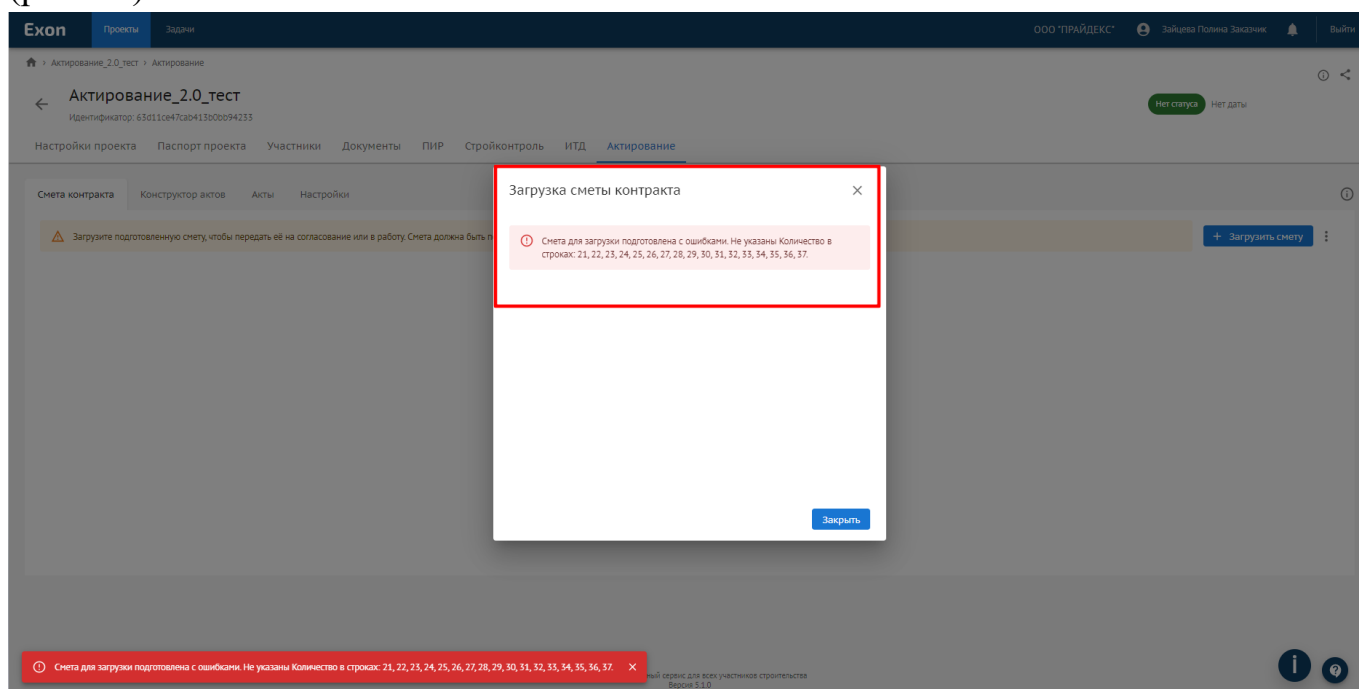

Рис. 19 – Загрузка сметы с ошибками
10. Если в файле были допущены ошибки, будет отображено уведомление о наличии ошибок и указаны номера строк в файле, по которым ошибки допущены (рис. 19).